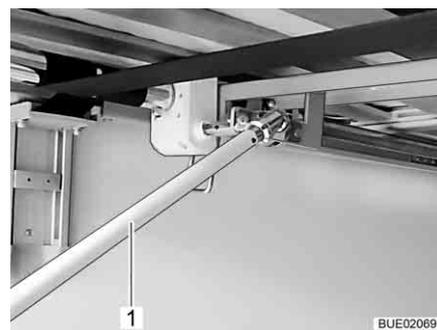

Bild 120 Kurbel in Heckgarage
- Um das Bett anzuheben: Kurbel (Bild 120,1) im Uhrzeigersinn drehen.
Um das Bett abzusenken: Kurbel (Bild 120,1) entgegen dem Uhrzeigersinn drehen.